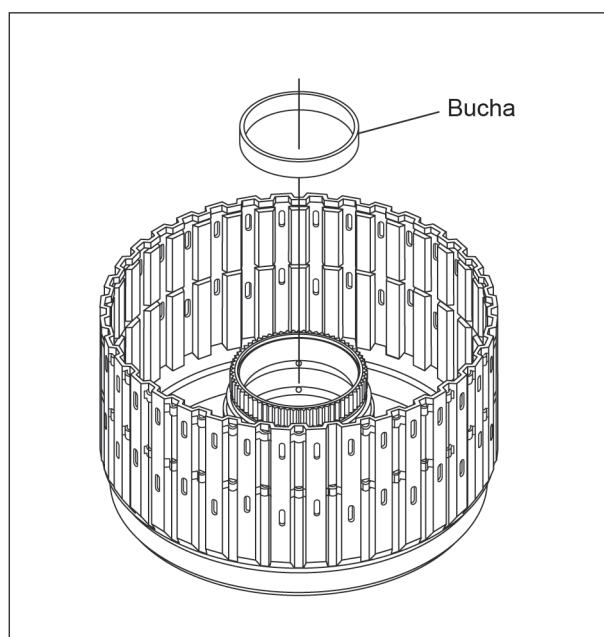

Figura 91
7. Instale nova bucha se necessário utilizando o instalador apropriado, conforme mostra a figura 91.